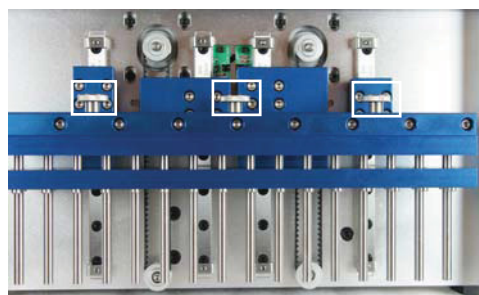

Figure 34. Ensemble de tiges magnétiques SEV avec les vis à serrage à main.
4. Dévissez les trois vis à serrage à main (encadrées à la Figure 34) au-dessus de l'ensemble de tiges magnétiques.